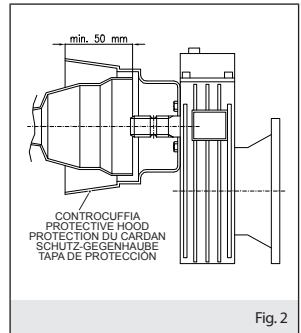

Fig.2
- la controcuffia di protezione (fig.2) sia presente integra e ben fissata. La controcuffia deve coprire la protezione del giunto cardanico per almeno 50mm e deve impedire il contatto accidentale delle mani con organi in movimento.
- the protective hood (fig.2) is attached, in good order and properly anchored. The hood must cover the P.T.O. guard by at least 50mm and must prevent accidental hand contact with moving parts.
- la contre-coiffe de protection (fig. 2) est présente, intégrée et bien fixée. La contre-coiffe doit couvrir la protection du joint de cardan sur au moins 50 mm et doit empêcher le contact accidentel des mains avec les organes en mouvement;
- die Schutz-Gegenhaube (Abb.2) in unversehrt und gut befestigten Zustand vorhanden ist. Die Gegenhaube muss den Schutz des Kardangelns über mindestens 50 mm abdecken und den unbeabsichtigten Kontakt der Hände mit in Bewegung befindlichen Elementen verhindern.
- los tres puntos de anclaje (fig.2) previstos estén perfectamente fijados y bloqueados con las piezas en equipamiento. Un anclaje no correcto provoca el vuelco de la máquina con grave peligro para el operador.